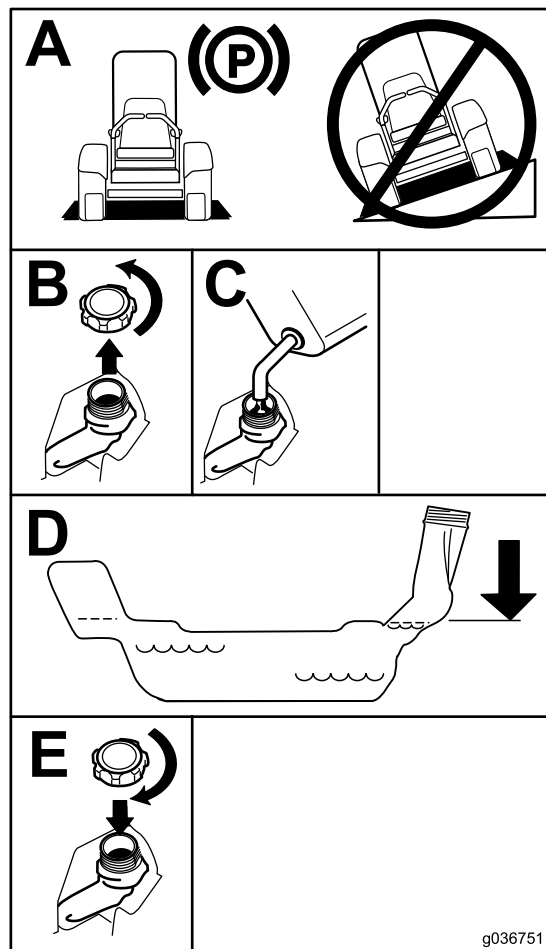

Bild 8
4. Füllen Sie den Kraftstofftank bis zur Unterseite des Füllstutzens (**Bild 8**).